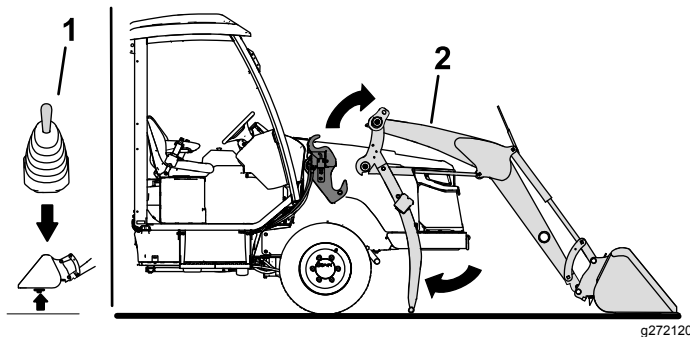

Figure 46
4. Utilisez le levier multifonction pour lever les bras de la chargeuse hors des supports sur le cadre de la chargeuse (Figure 46).